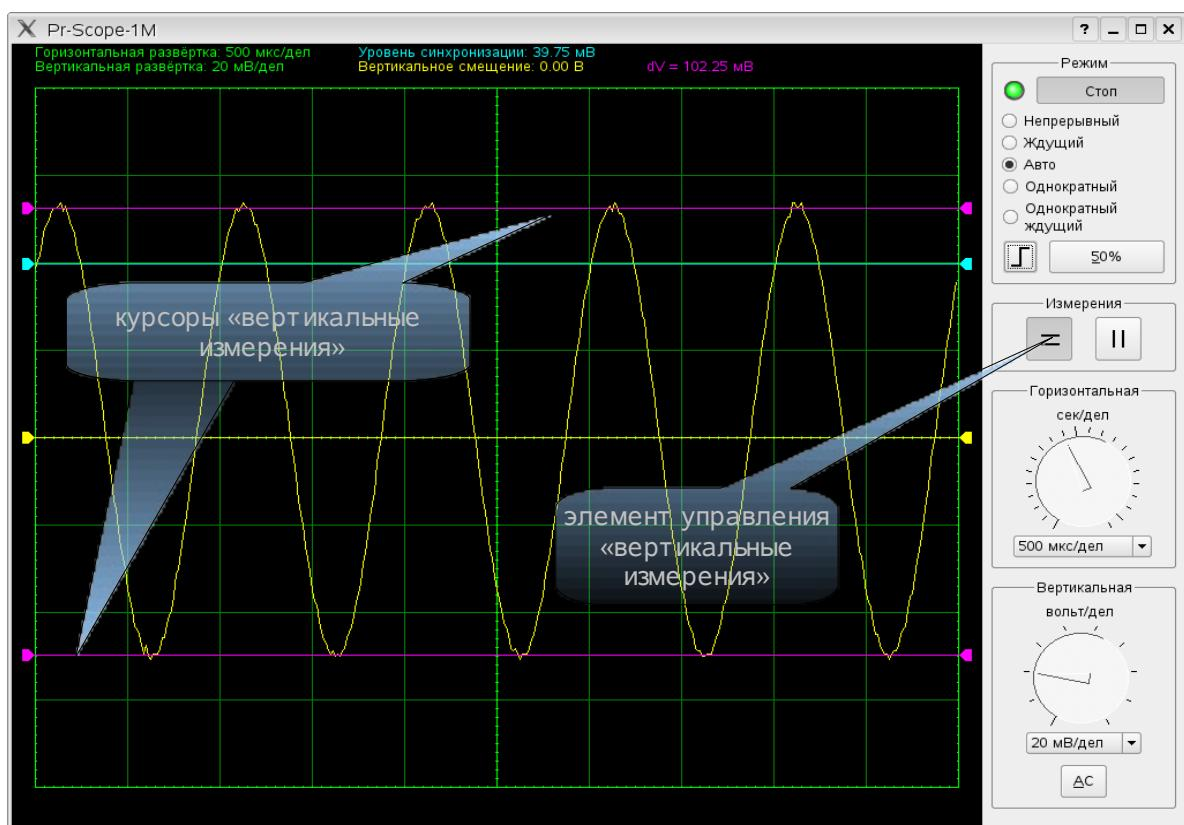

Рис.3. Использование курсоров для измерения размаха сигнала.
- кнопка «вертикальные измерения», при нажатие на эту кнопку появляются курсоры, с помощью которых можно измерить амплитуду сигнала (см. рис. 3).
Для того, чтобы изменить положение курсора нужно навести на него указатель мыши и, удерживая левую кнопку мыши нажатой, переместить его на виртуальном экране осциллографа (см. рис. 3 и 4). Разница значений напряжений между курсорами «вертикальные измерения» и временной промежуток «горизонтальные измерения» отображаются в строке статуса: